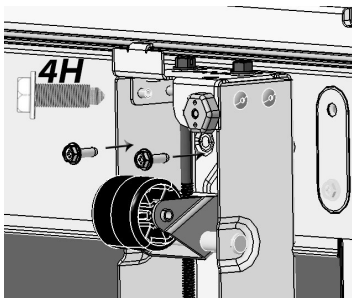
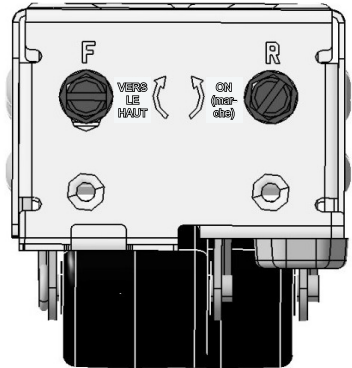

Fig. 5
Fig. 6
- c. À l'aide des boulons 4H de l'étape 1, fixez l'avant de l'assemblage du niveleur au réfrigérateur/ congélateur à l'aide d'un tourne-écrou de 5/16 po (Fig. 5). Pour les étapes 3b et 3c, si vous avez besoin de plus d'espace pour le tourne-écrou, tournez le boulon étiqueté F dans le sens horaire (Fig. 6) à l'aide d'un tournevis à tête plate ou d'une clé à douille de 3/8 po.
Faites glisser la garniture latérale gauche en place en guidant soigneusement les crochets de la garniture latérale dans les fentes de fixation de la garniture latérale. La Fig. 5 montre une vue intérieure.